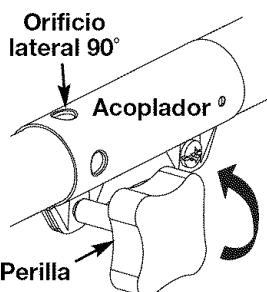

Fig. 8
2. De vuelta a la perilla a la izquierda para aflojar el acoplador (Fig. 8).
2. Gire la perilla en sentido antihorario para aflojarla (Fig. 8).